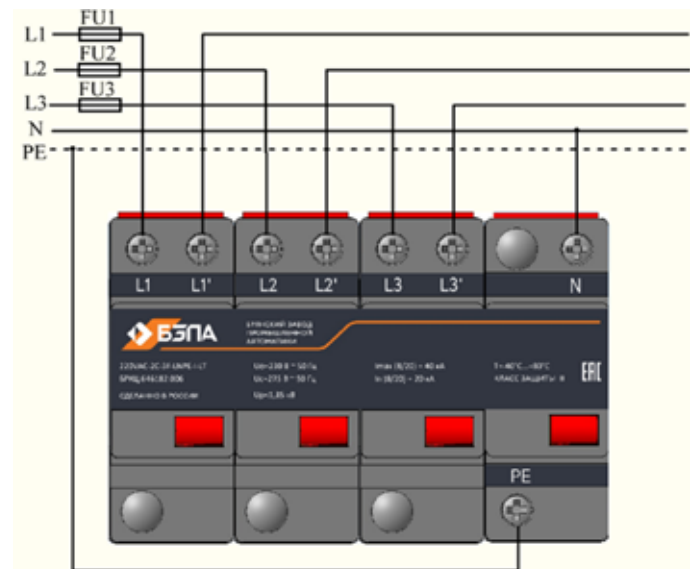

Рисунок 4 - Подключение УЗИП по схеме «V»
1.5.6 Подключение УЗИП по схеме «V» показано на рис. 4. Защитные предохранители FU1, FU2 и FU3 устанавливаются на вводе в электроустановку, их номинал 32 А gG.